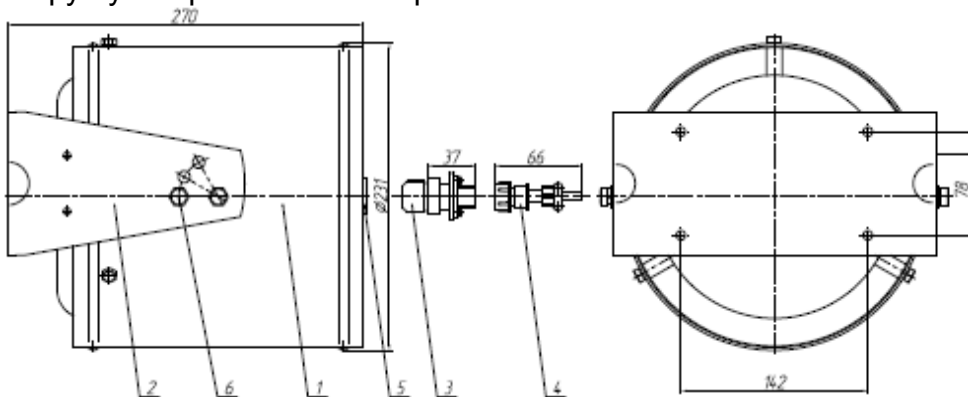

Рис. 2
Монтаж генератора производится с помощью кронштейна крепления поз.2 (рис. 2) на жесткой вертикальной конструкции (стены, колонны и др.). Для этого сверлятся 4 отверстия диаметром 8 мм под пластмассовый дюбель 8 мм на глубину 48 мм в соответствии с размерами, указанными, на рис. 2. Кронштейн крепления закрепляется шурупами диаметром 6 мм и длиной 35мм. На металлических конструкциях кронштейн крепления закрепляется при помощи 4 винтов М6х30, 4 шайб пружинных 6 и 4 гаек М6
Учитывая, что генератор обеспечивает объемное тушение, то максимально быстро создать концентрацию аэрозоля в зоне возможного возникновения пожара можно направлением оси генератора на неё с помощью 4 регулировочных винтов М8 поз. 6 (рис. 2).
7.5. Снять заглушку поз. 5 (рис. 2) и вернуть электровоспламенитель .
7.6. Подсоединить разъем кабельной части поз. 4 (рис.2) к разъему электровоспламенителя поз.3 (рис. 2). Проверить целостность всей цепи с использованием функций приборов автоматики.